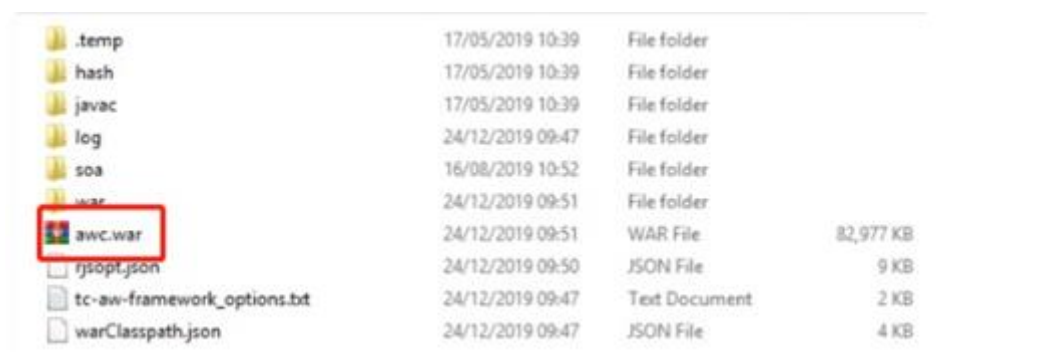

图 5
4. 等待编译完成，新的 war 在路径下，重新发布会生效 (D:\Siemens\Teamcenter11\aws2\stage\out)，如图 5 所示：